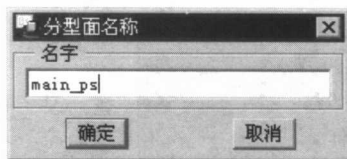

图 1.37 “分型面名称”对话框
Step2. 在如图 1.37 所示的“分型面名称”对话框的 **名字** 文本框中输入分型面名称 main_ps, 单击 **确定** 按钮。